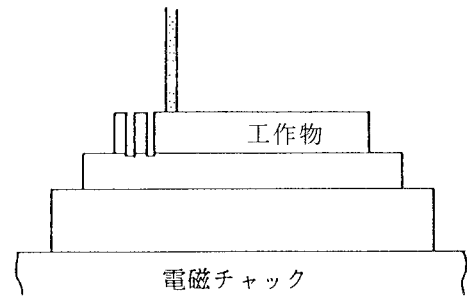

図3-20
- ⑮ 第2切断加工
- ・ 3 (2) ①～⑬ 参照〔第2切断終了〕
- ⑯ 第3切断の位置決めをする。
- ・ 3 (2) ⑭ 参照 (図3-20)